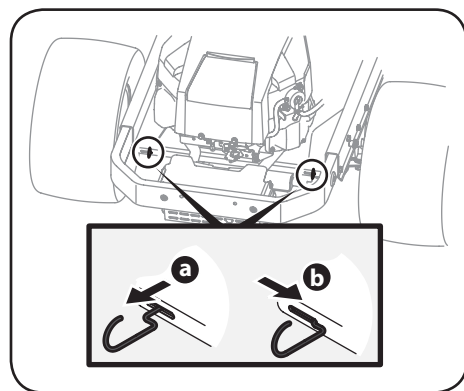

Figura 2-1
4. Enganche las varillas de derivación de la transmisión que se encuentran a cada lado del tractor; luego haga rodar el tractor con cuidado fuera del pálet de embarque. Las varillas de derivación de la transmisión (una para cada transmisión, lado derecho y lado izquierdo) están ubicadas en la parte trasera del tractor, justo dentro de cada rueda trasera. Enganche las varillas de derivación tirando de cada una hacia afuera hacia la derecha y luego dejando que regresen para trabarlas en su lugar. Consulte Figura 2-1.
5. Desenganche las varillas de derivación después de hacer rodar el tractor fuera del pálet. Consulte Figura 2-1.